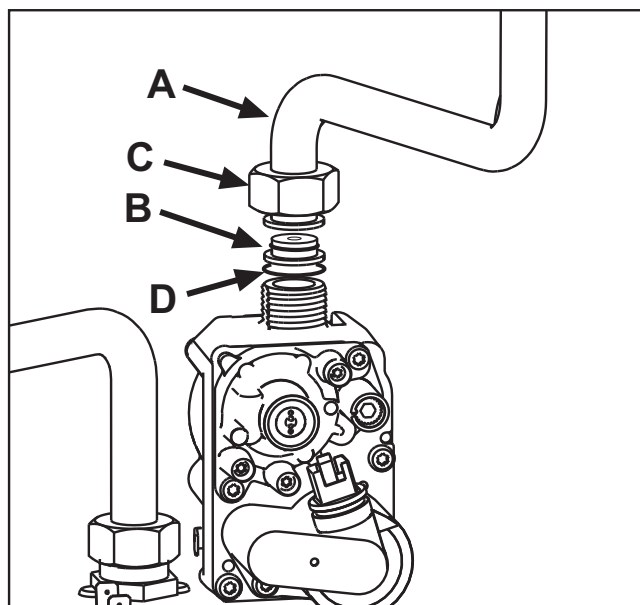

fig. 22
4. Desenrosque la tuerca C y desconecte el tubo A de la v3lvula del gas (fig. 22).
5. Reemplace el inyector B del tubo del gas por el que se incluye en el kit de transformaci3n, interponiendo la junta D (fig. 22).